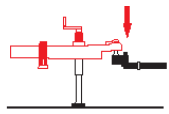

Figure 29
2. Baissez le coupleur de la remorque jusqu'à ce qu'il repose sur la boule d'attelage. Si le coupleur de la remorque ne s'installe pas correctement, ajustez la position du véhicule de remorquage. (Figure 29)